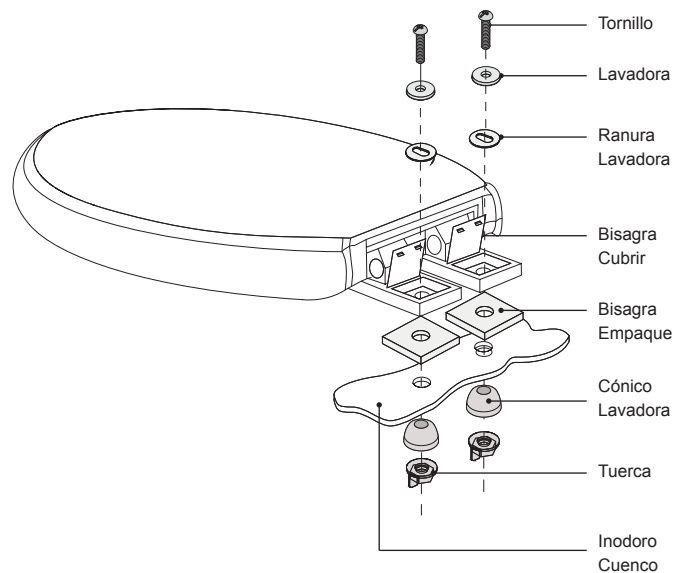

Figura 15
- 3 Centro de la tapa del inodoro sobre la taza de cerámica, a continuación, apriete los tornillos de montaje con un destornillador de ranura (Figura 15).